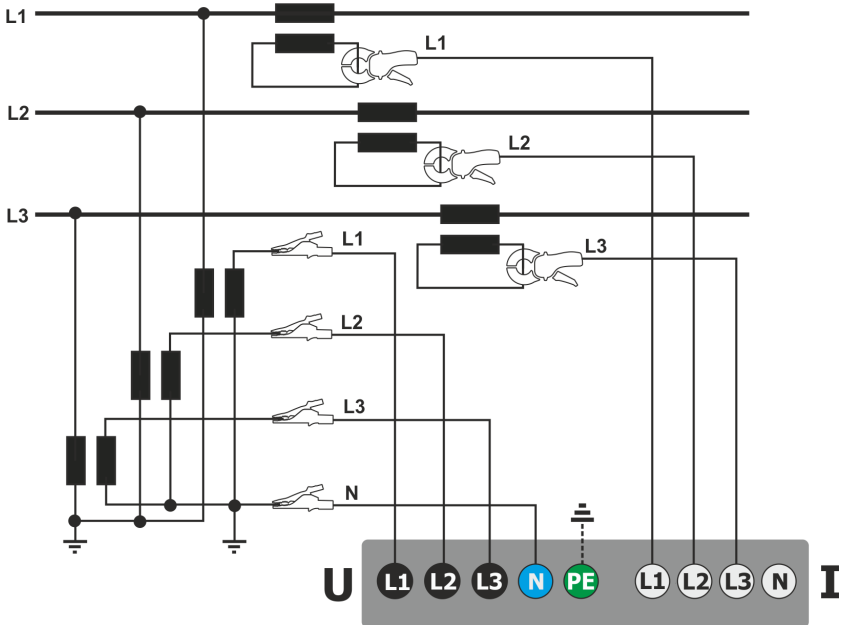

Fig. 56. Esquema de conexión - una medición indirecta SN en el sistema de 3 fases y 4 hilos.
- en el sistema trifásico de cuatro hilos (Fig. 56),